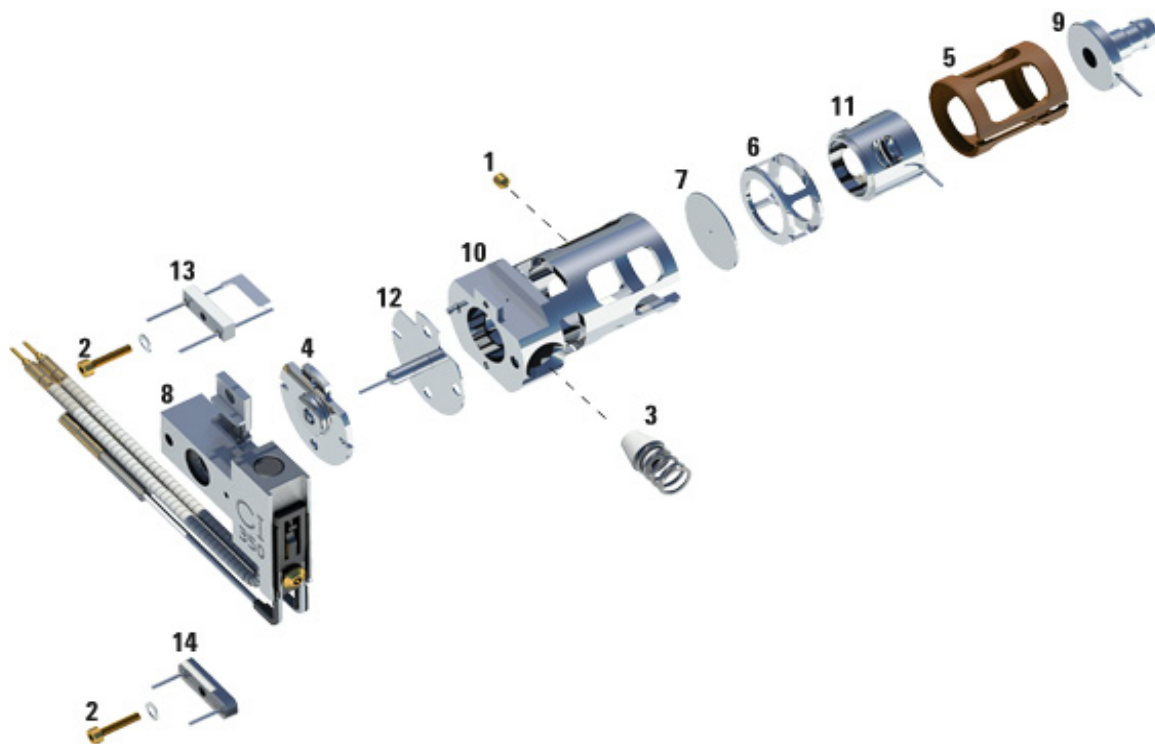

Рис. 28 Разборка ионного источника ХИ
- 3 Отделите блок нагревателя источника от корпуса источника. Блок нагревателя источника состоит из нагревателя источника, отражателя и соответствующих компонентов к ним. (См. Рис. 28.)
- 4 Разберите блок отражателя, для этого открутите керамические изоляторы от отражателя. (См. Рис. 28.)
- 6 Вытащите линзы из корпуса источника и отделите изолятор линзы, линзу ионного фокуса, вставной цилиндр, вставную линзу и входную линзу. (См. Рис. 28.)
Таблица 20 Список компонентов ионного источника ХИ (Рис. 28)
Таблица 20 Список компонентов ионного источника ХИ (Рис. 28) (продолжение)